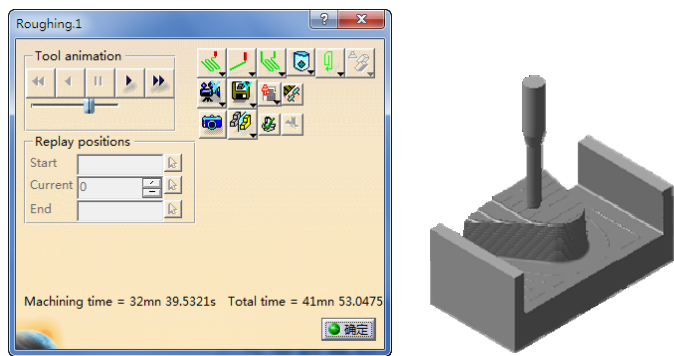

图 5-92 实体切削仿真（5）
- 单击图 5-91 所示对话框中的 View from last result 按钮，然后单击 Forward replay 按钮，显示实体切削仿真（5）如图 5-92 所示。